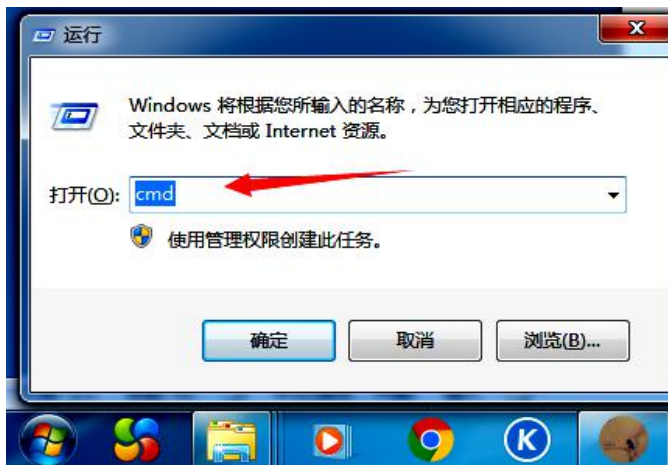

图 8-2
2、找一条能连外网的网线连接记录仪，设置记录仪 IP 参数，输入 tlink 平台设备序列号。测试此网线是否能上网，用这条网线暂时把电脑连上 internet 网络，获取上网 IP 地址，并确保该 IP 能正常上网(包括此端口**未被** MAC 地址锁定)，获取方式如图 8-2，将图 8-3 中的 IP 输入到记录仪系统设置界面内的 IP 地址，或者直接按图 8-4 到图 8-8 步骤填写系统的 IP 和默认网关。